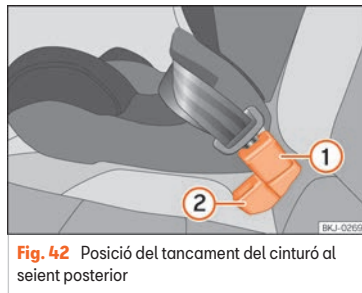

Fig. 42 Posició del tancament del cinturó al seient posterior
- Col·loqueu el tancament del cinturó de la plaça central »» fig. 42 1 darrere del tancament del cinturó de la plaça lateral »» fig. 42 2.
- Enganxeu la llengüeta del cinturó de seguretat de la plaça central al tancament del cinturó de la plaça central »» fig. 42 1 fins que sentiu com encaixa.
- Perquè els cinturons quedin correctament col·locats, els tancaments no s'han de retorçar »» fig. 42.